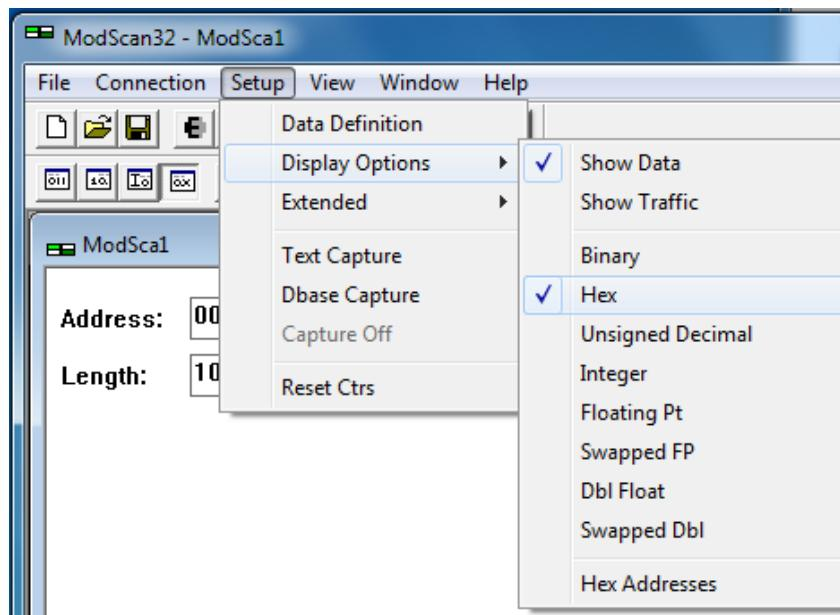

Рисунок 27 – Задание способа отображения информации в программе ModScan32
- 9 Задать требуемый способ отображения информации в меню "**Setup**" (см. рисунок 27), выбрав в раскрывающемся списке команду **Display Options**, в которой избрать вид отображения, например, "Hex".